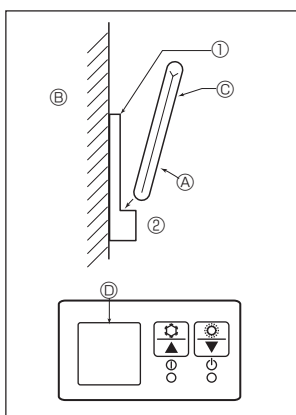
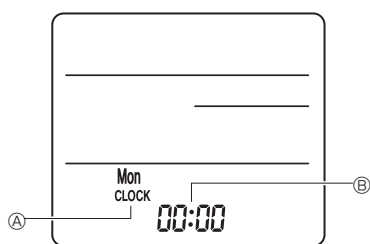

Fig. 6-4
Fig. 6-5
2) Орнату әдісі (Fig. 6-4)
① Қашықтан басқару пультінің ұстағышын қажетті орынға 2 бұрамашегені пайдаланып тіркеңіз.
② Пульттің төменгі шетін ұстағышқа орналастырыңыз.
3) Параметр (сағат параметрі) (Fig. 6-5)
① Батареяларды салыңыз немесе ● CLOCK түймесін үшкір бір затпен басыңыз.